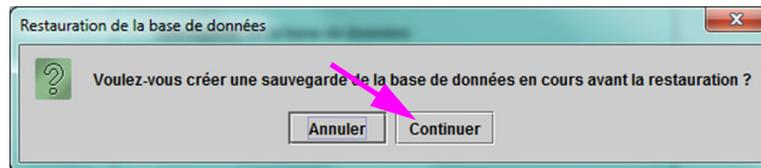
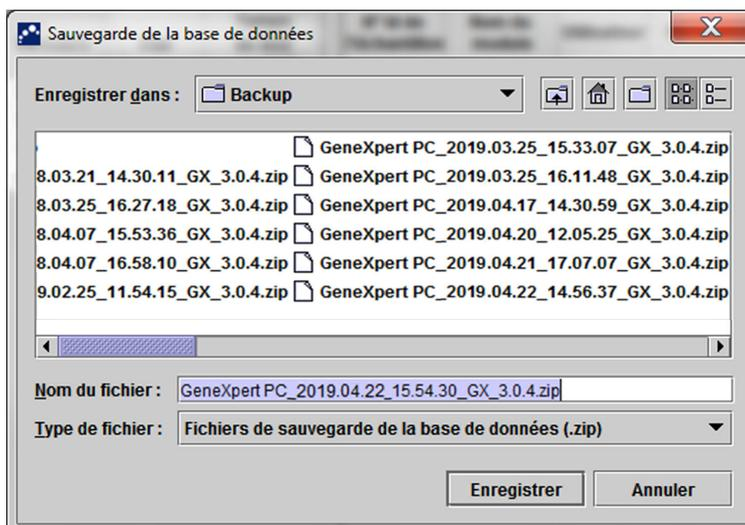

Figure 5-77. Boîte de dialogue Restauration de la base de données
Figure 5-78. Boîte de dialogue Sauvegarde de la base de données
2. Cliquez sur **Continuer**. Une boîte de dialogue s'affiche et vous demande si vous souhaitez sauvegarder la base de données actuelle avant la restauration (recommandé). Voir Figure 5-77.
3. Cliquez sur **Continuer** dans la boîte de dialogue de confirmation Restauration de la base de données pour continuer avec la sauvegarde de la base de données (cf. Figure 5-77). La boîte de dialogue Sauvegarde de la base de données s'affichera. Voir Figure 5-78.
4. Recherchez et sélectionnez le dossier dans lequel vous souhaitez stocker le fichier de sauvegarde, saisissez un nom pour le fichier de sauvegarde (ou utilisez le nom de fichier par défaut), puis cliquez sur **Enregistrer**. Voir Figure 5-78.